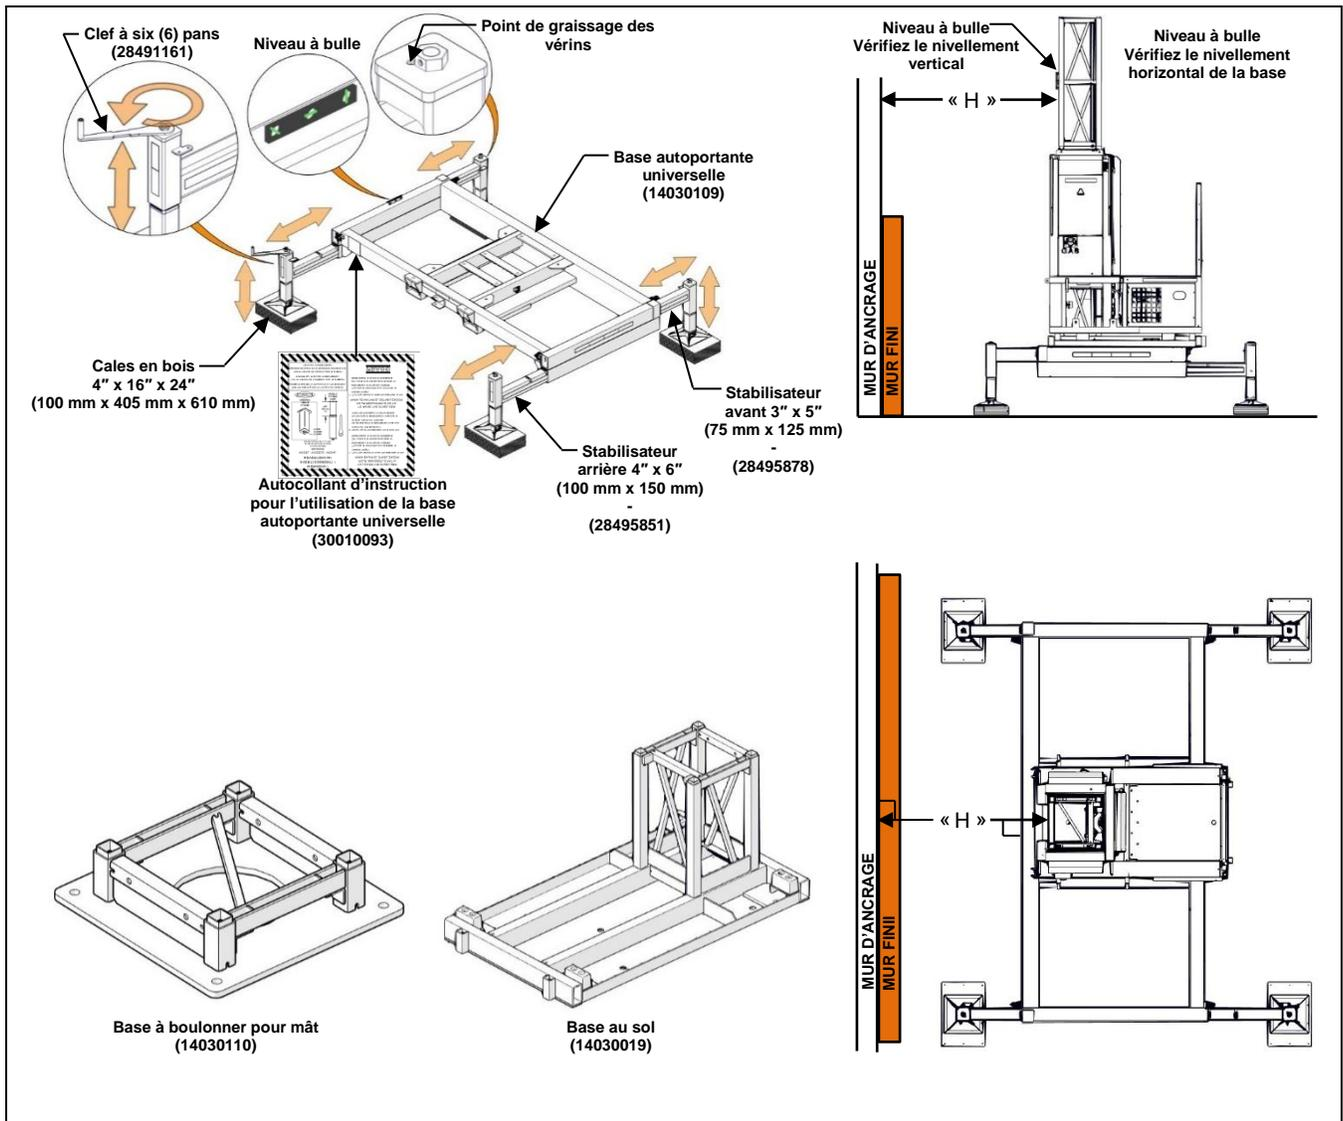

Figure 50 - Installation base autoportante universelle
Étape 3 – Vérifiez que le mât est parfaitement vertical à l'aide d'un niveau. Vérifiez que la base (pas la plateforme) est parfaitement horizontale à l'aide d'un niveau. Assurez-vous aussi que les stabilisateurs sont centrés au milieu des cales d'étaie. Pour niveler la base, utilisez la clef à six (6) pans pour ajuster les vérins des stabilisateurs.
Étape 4 – Installez la base à boulonner (14030110) ou la base au sol (14030019) directement sur la base autoportante universelle (14030109) comme illustré à la *Figure 50*. Boulonnez ensuite la première section de mât de l'unité élévatrice (13030018) sur la base à boulonner (14030110) ou la base au sol (14030019).